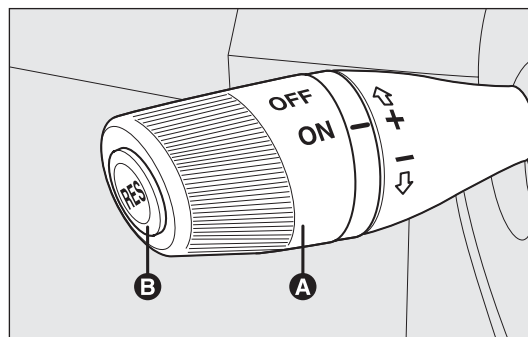

рис. 45
Поверните ручку А – рис. 45 в положение ON.
- поверните ручку А – рис. 45 в положение ON и нажатием на педаль акселератора приведите автомобиль на нужную скорость движения;
- нажать кнопку RES В – рис. 45.
- нажатием педали акселератора; в таком случае система фактически не отключается, но запрос на увеличение скорости имеет преимущественное значение для работы устройства. Система круиз-контроль остается в активном состоянии без необходимости нажать кнопку RES B – рис. 45, чтобы вернуться к предыдущим условиям после того, как процесс ускорения завершился.